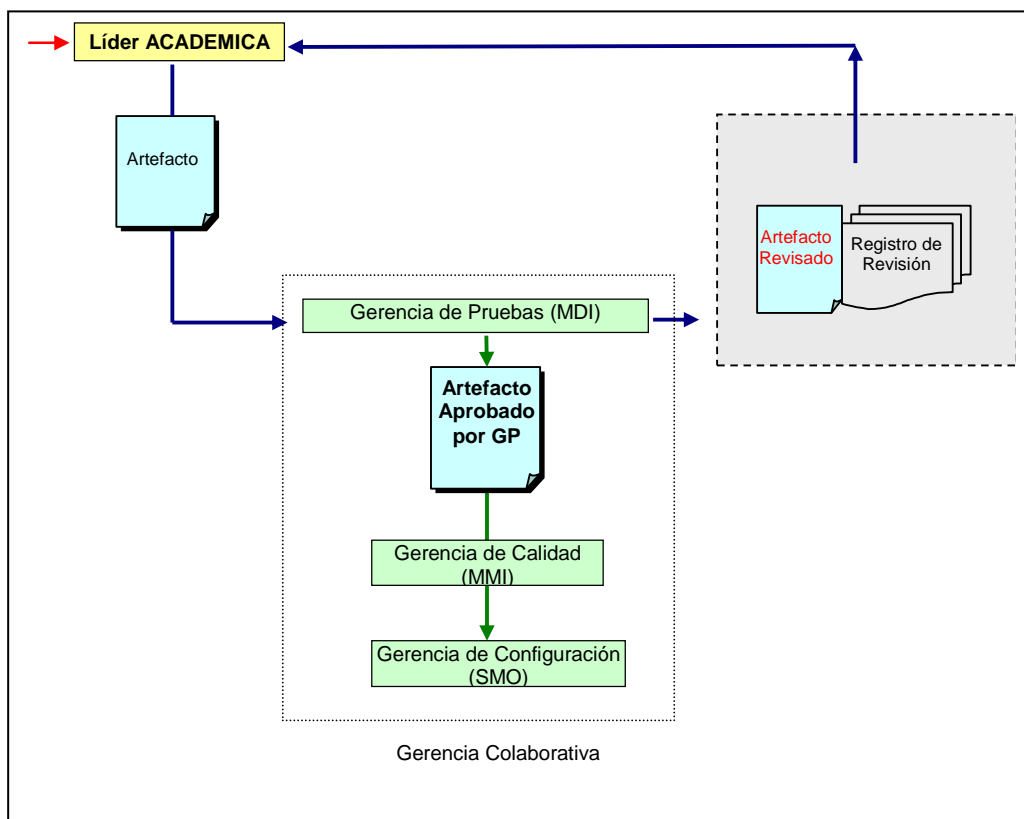

Figura 4 – Circuito de Revisión de Gerencia Colaborativa con respecto a Proyecto ACADEMICA.
- 10- En el caso de que los artefactos sean generados desde alguna de las disciplinas de: Gerencia de Calidad, Pruebas o Revisión y Configuración, el autor del mismo, enviará directamente el artefacto a la Gerencia Colaborativa para su revisión y aprobación. Ejecutando el tipo de revisión: *Revisión por pares*. (Figura 4).
¹ Figura 4. Circuito de Revisión de Gerencia Colaborativa con respecto a Proyecto ACADEMICA.